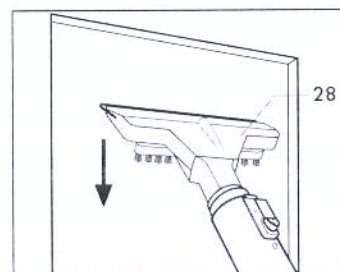

РИС. 12
- ПРИЖМИТЕ РЕЗИНОВЫЙ СКРЕБОК К ПОВЕРХНОСТИ И СОБЕРИТЕ ВОДУ, ВЫПОЛНЯЯ ПРЯМОЛИНЕЙНЫЕ ВЕРТИКАЛЬНЫЕ ПЕРЕМЕЩЕНИЯ ВНИЗ, РИС. 12.